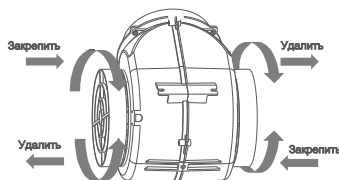

Рис. 12
- Угольные фильтры находятся по обе стороны от двигателя. Поверните фильтры по часовой стрелке, чтобы зафиксировать. (Рис. 12)